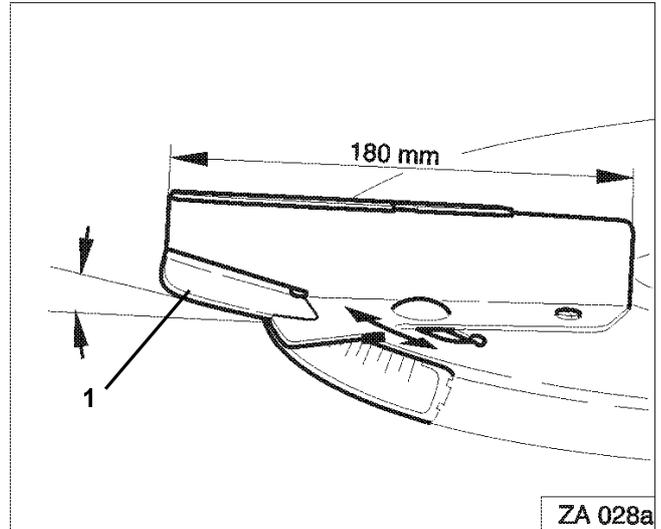

Fig. 25
Las paletas distribuidoras cortas van provistas de aletas oscilantes (Fig. 25/1) que se ajustan sin necesidad de herramientas y que permiten realizar el abonado de cobertera hasta una altura de cultivo de 1 m **sin** ningún dispositivo adicional.
**Para el abonado de cobertera colocar las aletas oscilantes (Fig. 25/1) hacia arriba sin tener que aflojar ninguna tuerca (sin herramientas). De este modo se eleva la trayectoria de las partículas de abono.**